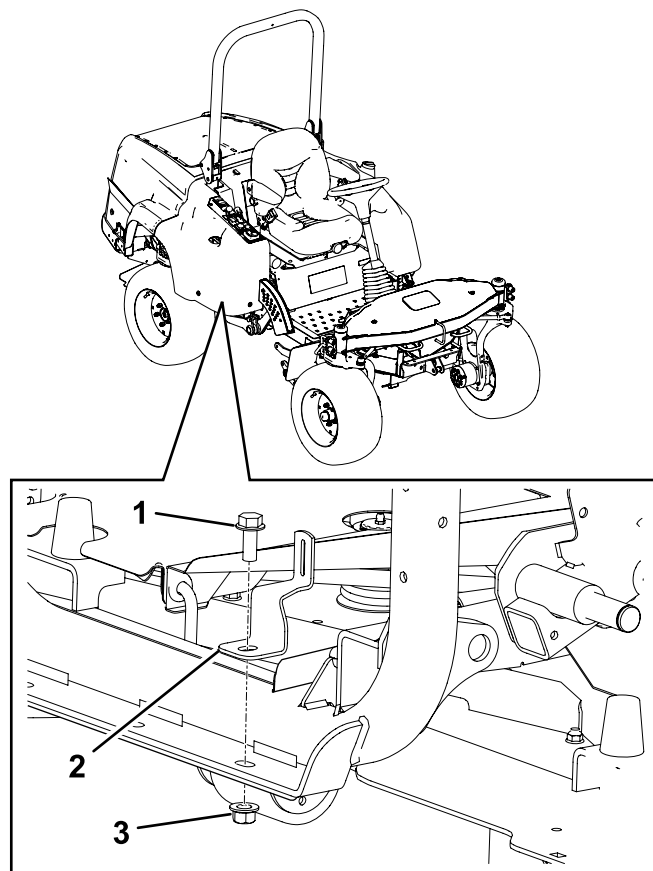

Bild 24
- Befestigen Sie die Schutzblechstütze mit der im vorherigen Schritt entfernten Mutter und Schraube an der rechten Seite des Rahmens (Bild 24).